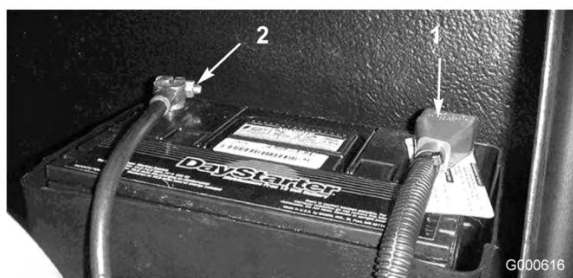

図 42
5. 赤い (+) ケーブルをバッテリーの (+) 端子に、黒いケーブル (-) はバッテリーの (-) 端子に固定する (図 42) ケーブルはキャップスクリューとナットで各電極に確実に固定すること。プラス端子が電極に十分にはまり込んでいること、ケーブルの配線に無理がないことを確認する。ケーブルとバッテリー・カバーを接触させないこと。ショート防止のために (+) 端子にゴムキャップをかぶせる。